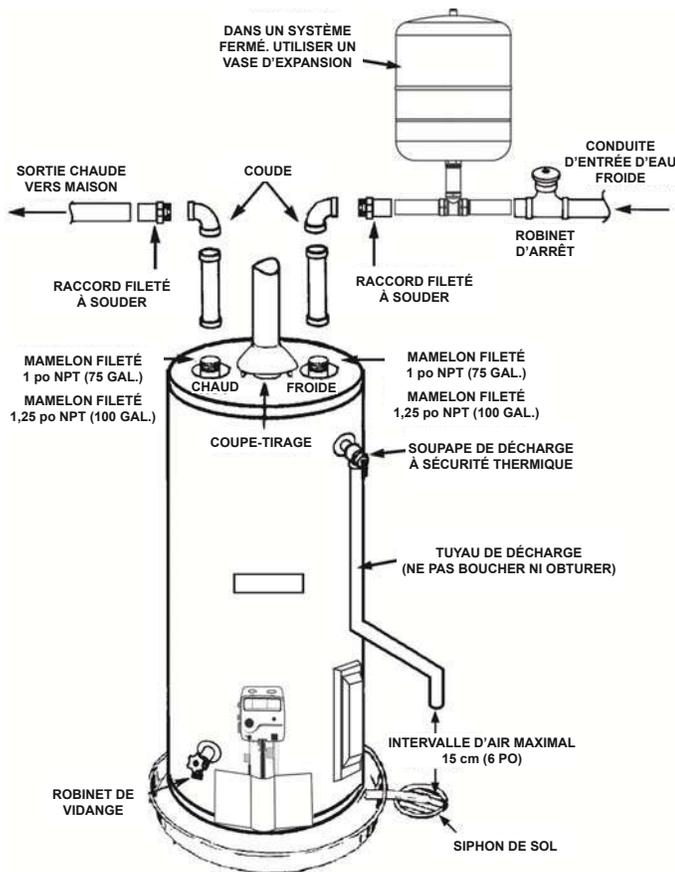

FIGURE 10. CONFIGURATION DE TUYAUTERIE TYPIQUE
La **Figure 10** montre un raccordement typique de la tuyauterie d'eau au chauffe-eau. Le chauffe-eau est équipé de raccords d'eau à mamelon fileté de 1 po NPT (modèles de capacité nominale de 75 gallons) ou à mamelon fileté de 1,25 po NPT (modèles de capacité nominale de 100 gallons).
**Remarque :** La soupape de décharge à sécurité thermique a pour objet d'éviter les températures et pressions excessives dans la cuve de stockage. La soupape DST n'est pas conçue pour la décharge constante de la dilatation thermique. Un vase d'expansion de dimension suffisante devra être prévu sur tous les circuits fermés afin de contrôler la dilatation thermique. Voir **Figure 10** (page 13).